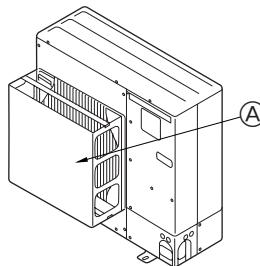
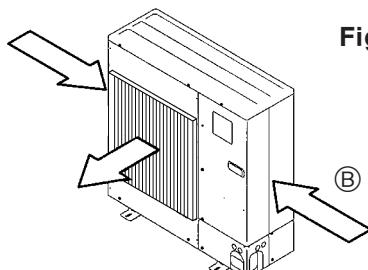

Fig. 2-4
Fig. 2-5
- ② Τοποθετήστε έναν προαιρετικό οδηγό αέρα, αν πρόκειται να εγκαταστήσετε τη μονάδα σε σημείο όπου υπάρχει το ενδεχόμενο να φυσούν απευθείας στο στόμιο εξαγωγής του αέρα πολύ δυνατοί κτλ. (Fig. 2-4)
- ③ Οδηγός αέρα
- ④ Εγκαταστήστε τη μονάδα με τρόπο ώστε ο αέρας που βγαίνει από το στόμιο εξαγωγής να φυσά κάθετα σε σχέση με την κατεύθυνση του ανέμου, εάν αυτό είναι δυνατό. (Fig. 2-5)
- ⑤ Κατεύθυνση ανέμου